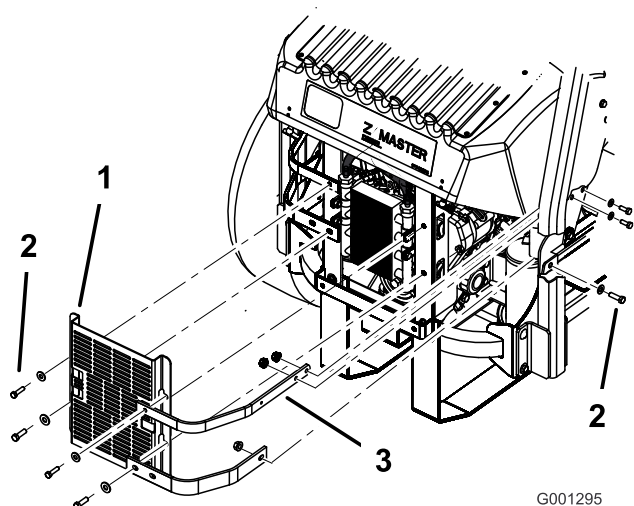

Figure 70
3. Enlevez les 4 boulons qui fixent l'écran du refroidisseur d'huile au bâti arrière (Figure 70).
4. Enlevez les 3 boulons qui fixent les barrettes du moteur au côté de la machine (Figure 70).
12. Montez l'écran du refroidisseur d'huile et les barrettes du moteur sur le bâti arrière au moyen des 4 boulons retirés précédemment (Figure 70).
13. Fixez les barrettes du moteur au côté de la machine (Figure 70).